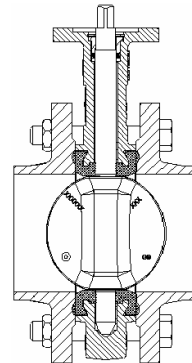

рис. 6
7. Снова откройте заслонку (рис. 6) и затяните гайки (*необходимо затягивать постепенно и последовательно противоположные гайки так, чтобы равномерно сжать футеровку*) до контакта корпуса заслонки и фланцев (контакт металл/металл).